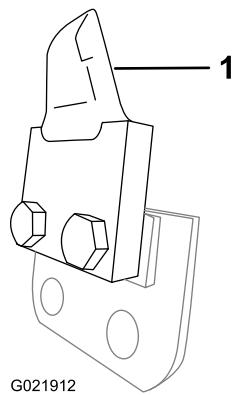
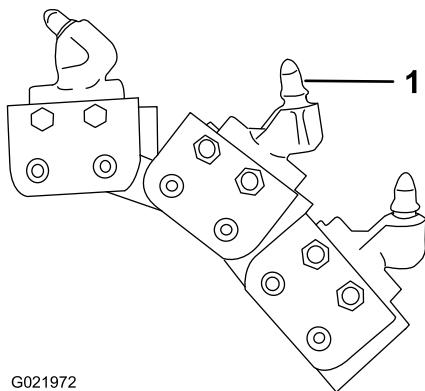

Figure 23
Figure 24
- **Les dents pour roche et sol gelé** (Figure 23) ou **dents « de requin »** (Figure 24) sont idéales pour creuser les